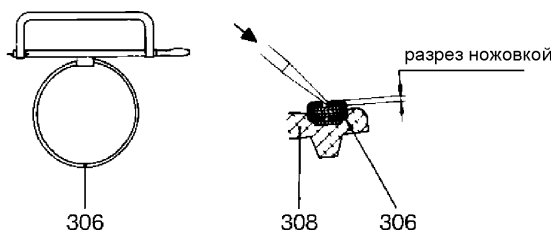

Рис. 2: Удаление шарнирного зажима:
- С пластмассовых или металлических статоров снять уплотнения (403) и (404).
- Снятие ротора и шарнира со стороны ротора выполняется после снятия статора (402). См. п. 7.2.1.1.
- Снять гайки (607) и стопорные шайбы с упругими зубцами (608), а также гайки (606).
- Снять всасывающий корпус (505) через ротор (401). При этом следить, чтобы не повредить обработанную с высокой точностью поверхность ротора.
- Снять уплотнение всасывающего корпуса (501).
- Распилить замок на шарнирном зажиме (306) ножовкой по металлу и разжать в обе стороны с помощью отвертки. Снять шарнирный зажим (306) с манжеты шарнира (308) (см. рис. 2).